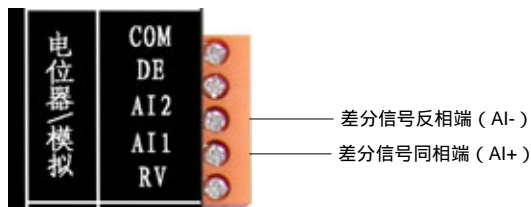

图 2.26 差分信号接线方法
-5V~+5V差分信号调速(如何配置调速方式见2.1.4小节)的接法如图 2.26所示。其中,DE 为使能信号,可接,也可不接;DE与COM接一起时,电机停转。AI1 和AI2 分别为-5V~+5V 差分模拟信号同相端和反相端,用于电机调速;当AI1-AI2>0 时,电机正转;当AI1-AI2<0 时,电机反转;当AI1=AI2 时,电机停转。